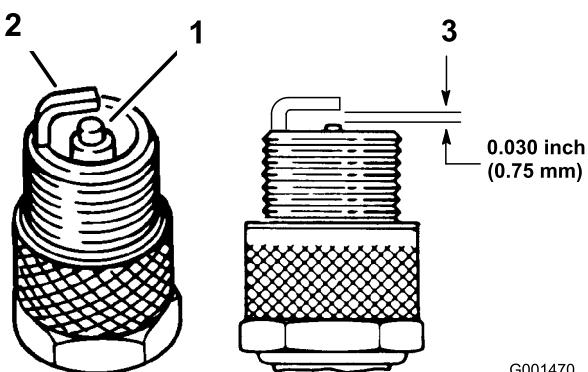

Figura 50
2. Verifique a folga entre os eléctrodos central e lateral (Figura 50). Dobre o eléctrodo lateral (Figura 50) se a folga não for a correcta.
3. Ligue os cabos às velas de ignição (Figura 50).